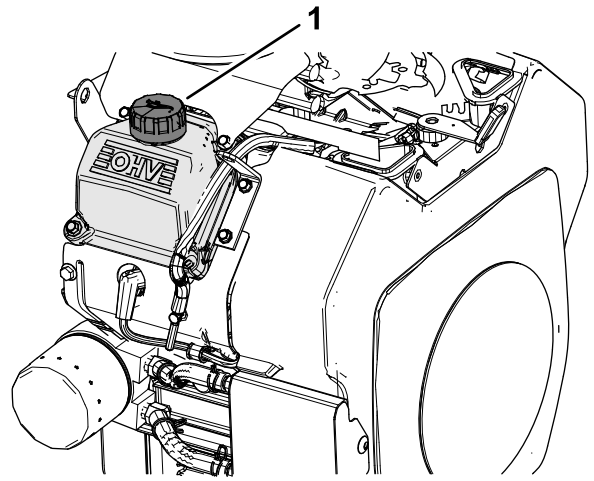

Figura 32
6. Turnai lent aproximativ 80% din uleiul specificat în gâtul buonului (Figura 32) de la capacul supapei; consultai Specificaie ulei de motor \(Pagină 30\).